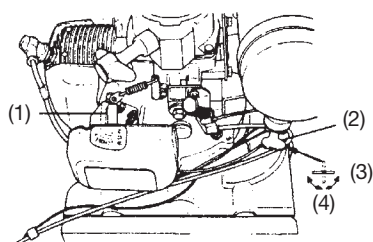

Fig. 4
- 2) Open de benzinekraan. (Fig 4)
- 3) Zet de choke hendel in de CHOKE positie. (Fig 4)
- 6) Als u hoort dat de machine opstart, zet u de choke hendel in de positie START (open). Trek vervolgens nog eens kort aan de trekstarter. (Fig 4)